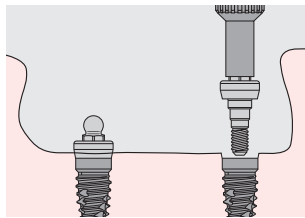

Fig. 2
- (Fig. 2): Avvitare a mano il Dalbo® Certain® Abutment sull'impianto con l'ausilio del cacciavite O-Ring/Dal-Ro (PAD01).